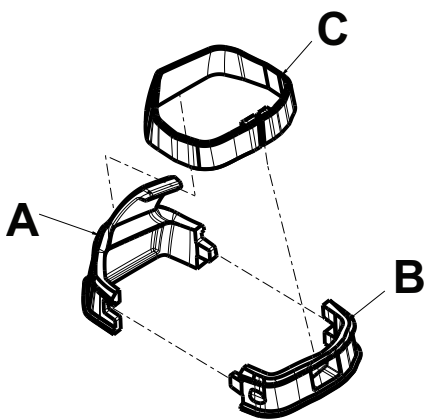

図 35 - 点滴フック部品
2. 嵌合クリップ ( AとB ) を合わせ、2つの点滴フックピースをグラブバーに固定します ( 図 35 ) 。
3. 点滴フックカラー ( C ) を握りバーと2つの点滴フックピースの周りでスライドさせます ( 図 35 ) 。